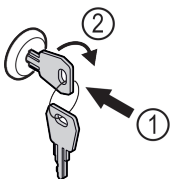

Fig. 122
- ▶ Insérer la clé. Fig. 122 (1)
- ▶ Tourner la clé à 90° dans le sens horaire. Fig. 122 (2)